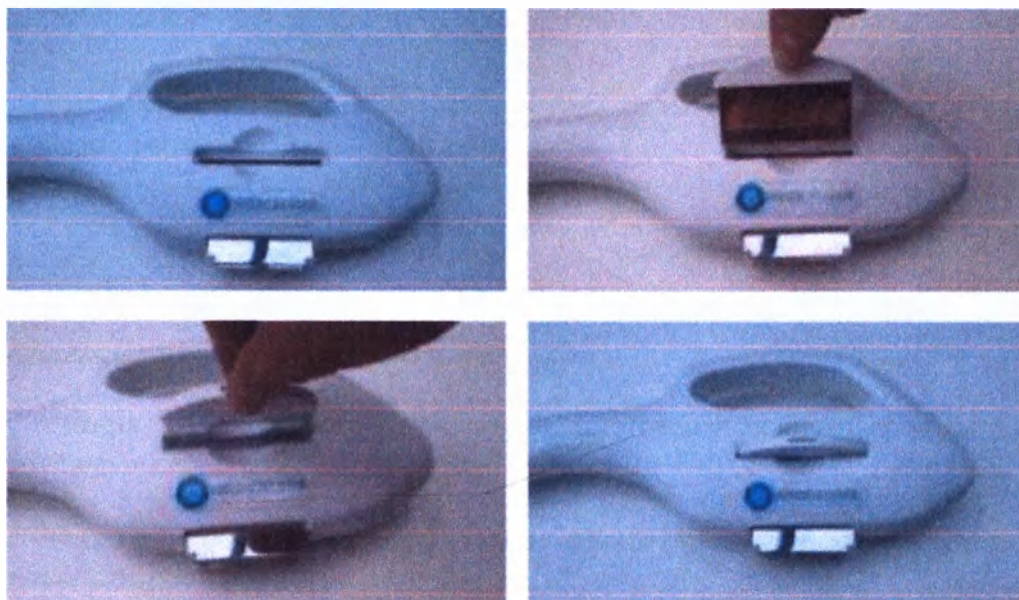

Рис.4
2. Перед тем как начать проводить процедуру на манипуле ELOS, необходимо установить световой фильтр в боковое отверстие на манипуле (Рис.4).